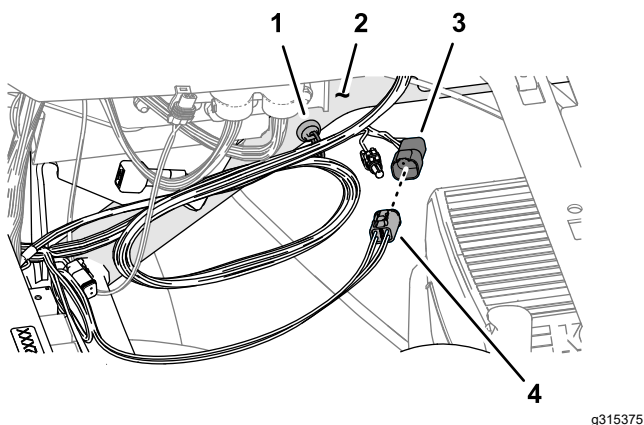

Рисунок 164
1. Прикрепите магнитную опору жгута проводов опрыскивателя из комплекта к правой верхней трубчатой раме машины (Рисунок 164).
2. Вставьте 4-штыревой разъем жгута проводов передачи данных с маркировкой CAN 2 ASC 10 BUS (ШИНА CAN 2 ASC 10) в 4-гнездовой разъем жгута проводов опрыскивателя из комплекта с маркировкой ASC10 PWR & CAN FROM X30 (ПИТАНИЕ ASC10 И ШИНА ОТ X30) (Рисунок 164).